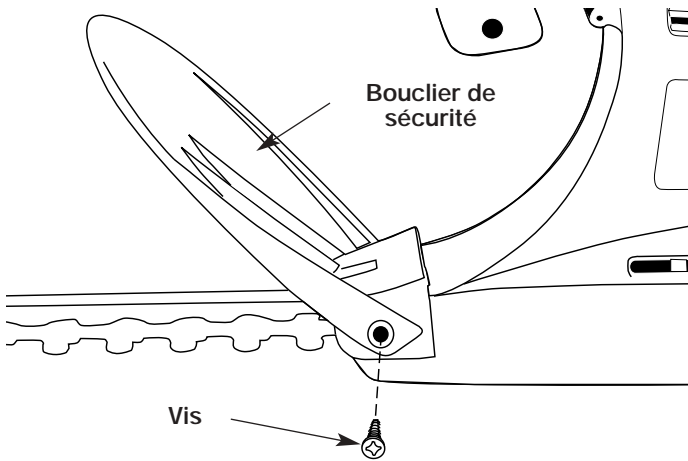

Fig. 1
1. Placez le bouclier de sécurité sur le coupe-bordures, à la base de la lame de coupe (Fig. 1).
2. Alignez les trous des vis dans le bouclier avec ceux du coupe-bordures (Fig. 1).